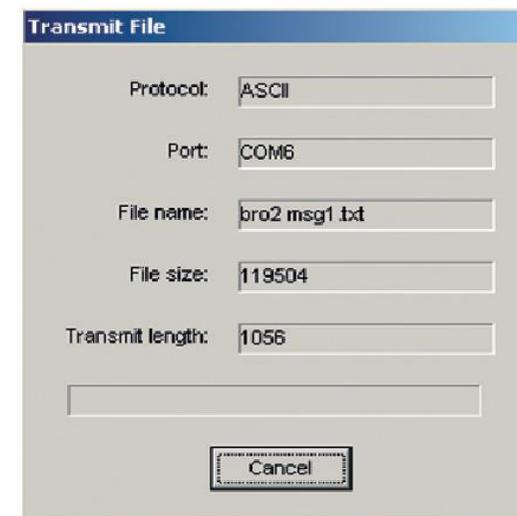

Рис. 9. Запись файла.
11. В появившемся окне выберите интересующий файл сообщения и нажмите кнопку «открыть». После этого появится окно процесса записи сообщения. По завершении операции в диалоговом окне появится сообщение «Download complete» (рис. 9 и 10).